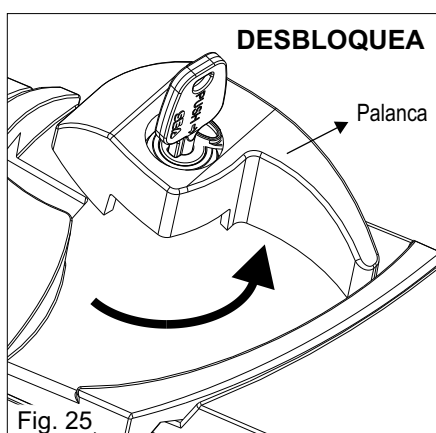

Fig. 25
- 3) Rodear la palanca en sentido anti-horario para desbloquear el actuador (fig.25).